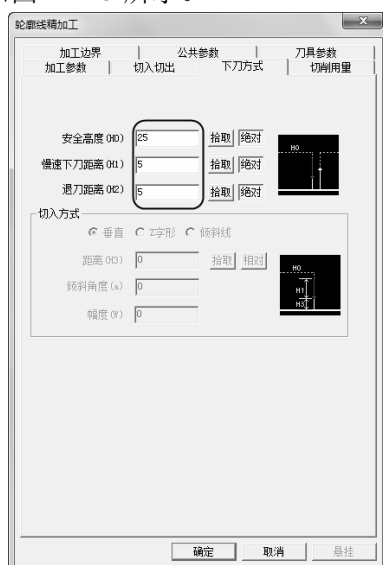

图 2-113 “下刀方式”选项卡
3) 单击“下刀方式”选项卡，设置“安全高度”、“慢速下刀距离”、“退刀距离”，具体参数数值如图 2-113 所示。